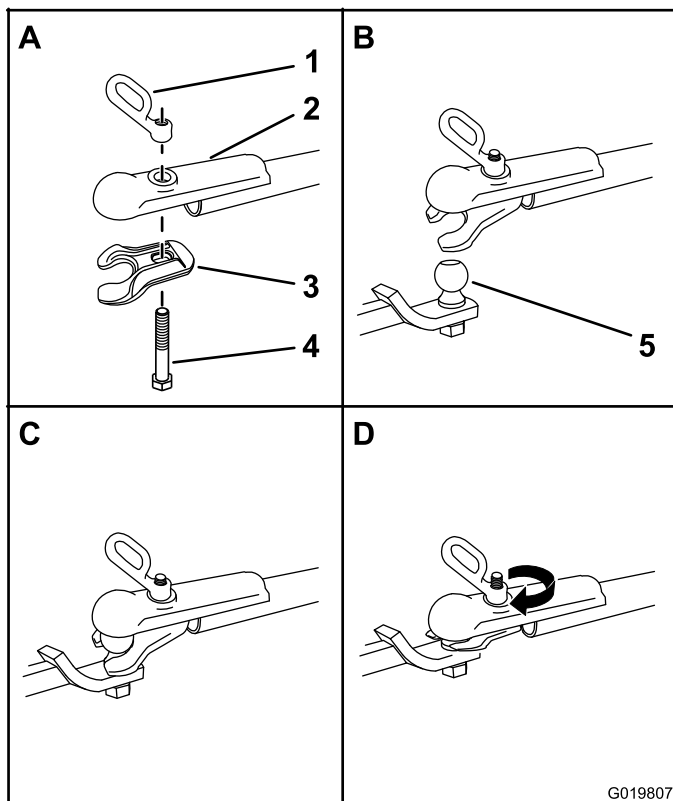

Figura 23
- Gire la manivela del acoplamiento en sentido horario para enroscarla en el perno hasta que quede firme (Figura 23).
- Aplique sellador de roscas no permanente a las roscas del perno del acoplamiento para evitar que la manivela del acoplamiento se afloje (Figura 23).
- Introduzca el perno hacia arriba por la mordaza del acoplamiento y el segmento superior, y conecte la manivela del acoplamiento al perno (Figura 23).